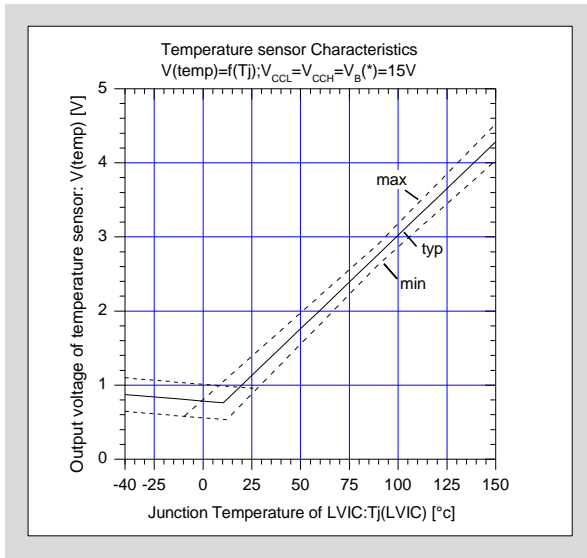

図3-24 LVIC温度とTEMP出力電圧特性
- 図3-24にLVICのジャンクション温度とTEMP端子出力電圧特性を示します。MPU電源電圧が3.3Vの場合は、TEMP端子に電圧クランプ用ツェナーダイオードを接続してください。また、約25°C以下で出力電圧はクランプ特性を示しますので、線形性が必要な場合は、TEMP端子に22k Ω ±10%のプルダウン抵抗 $R_{pulldown}$ を接続してください。